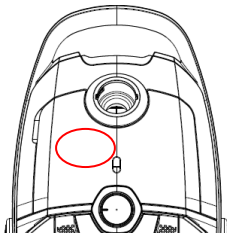

Abb. 10
1. Staubbeutel wechseln: Wenn die Farbskala das Anzeigefeld der Staubbeutel-Wechselanzeige rot ausfüllt, ist der Staubbeutel voll und muss gewechselt werden. (Abb. 10)